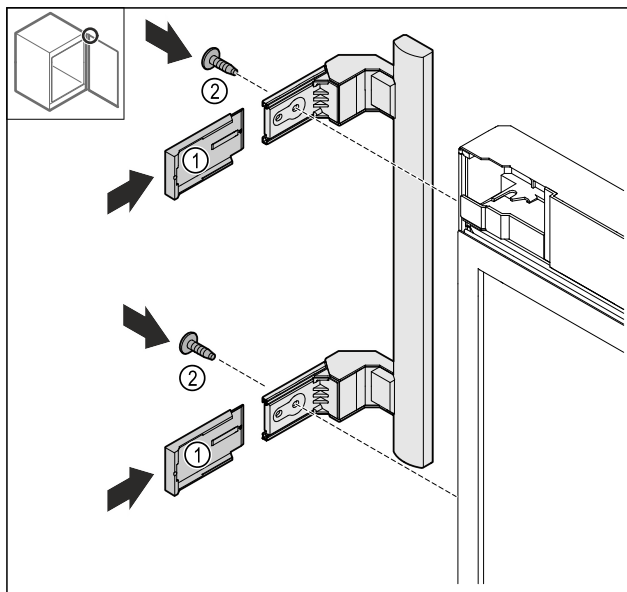

Fig. 25
- Namestite pokrove Fig. 25 (1).